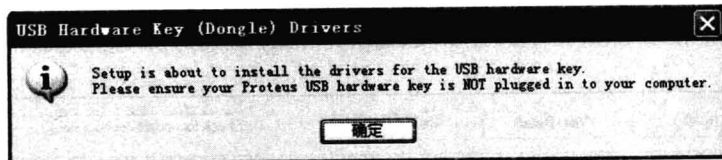

图 1.2.6 硬件加密狗驱动安装
(3) 按照提示, 选择安装路径, 进行 PROTEUS 的安装。
(4) 安装过程中, 会出现 USB 硬件加密狗驱动安装的提示, 如图 1.2.6 所示。此时一定要确保加密狗未插在电脑的 USB 接口上。